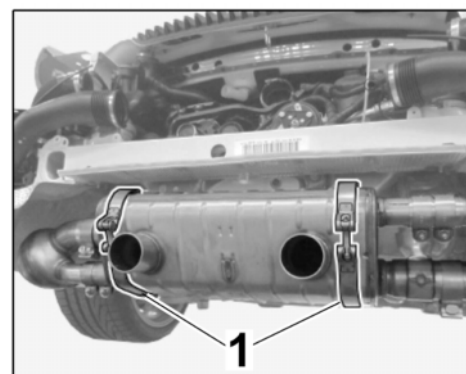

Bild 33
6.1.2 Bauteile wie im Bild 33 dargestellt zusammenstecken.
- 7.7 Spannbänder ⇒ *Bild 33 -1-* montieren.